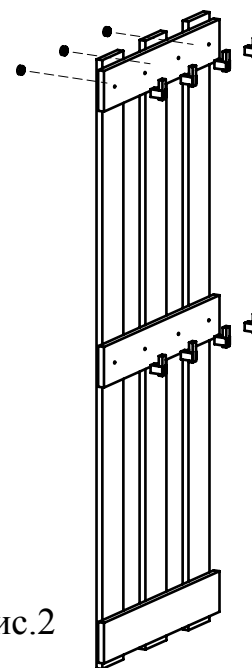

Рис.2
2. Установите подвески пластиковые (Рис. 2).
Важно: установите подвеску пластиковую таким образом, чтобы площадка с зубчатой опорой была строго вверх (Рис. 2). Такое расположение подвески обеспечит легкое выполнение монтажа изделия на стене и его регулировки.
3. Закрепите крючки при помощи шурупов 4x30 (Рис.2).